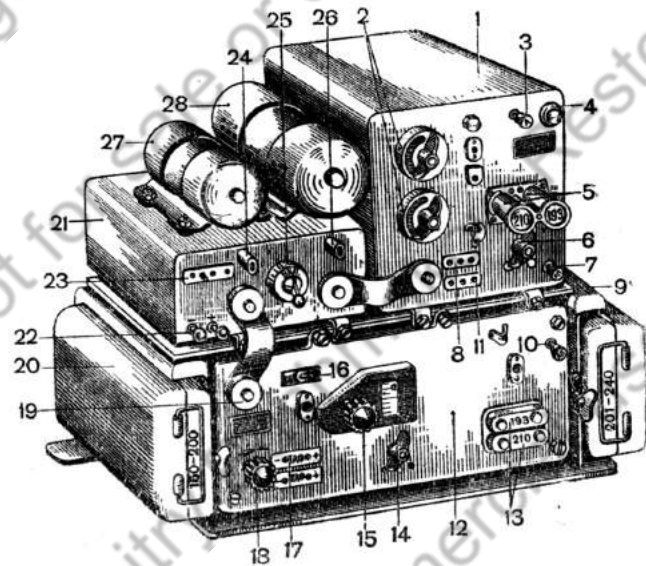

Рис. 253. Общий вид радиостанции 10-Р со снятой крышечкой:
В башне с левой стороны в раме амортизатора укреплена радиостанция 10-Р (рис. 253).
Основные части радиостанции 10-Р следующие (рис. 253):
5. Проверить надёжность подключения антенного ввода к клемме «А» 3 (рис. 253) передатчика и антенной перемычки между клеммами «АП» 7 передатчика и «АП» 10 приёмника.
13. Включить шлемофон в радиостанцию, для чего: трехполюсную вилку включить в колодку включения ларингофонов 11 (рис. 253) передатчика; соблюдая полярность, включить двухполюсную вилку в гнезда телефон 17 приёмника.